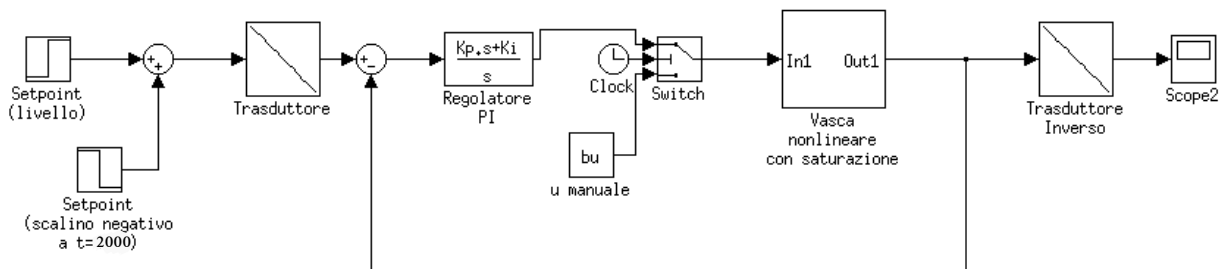

Figure 1: Schema di controllo con regolatore PI.
4. Si inserisca il regolatore PI nello schema riportato in Figure 1, ove il passaggio manuale-automatico è effettuato